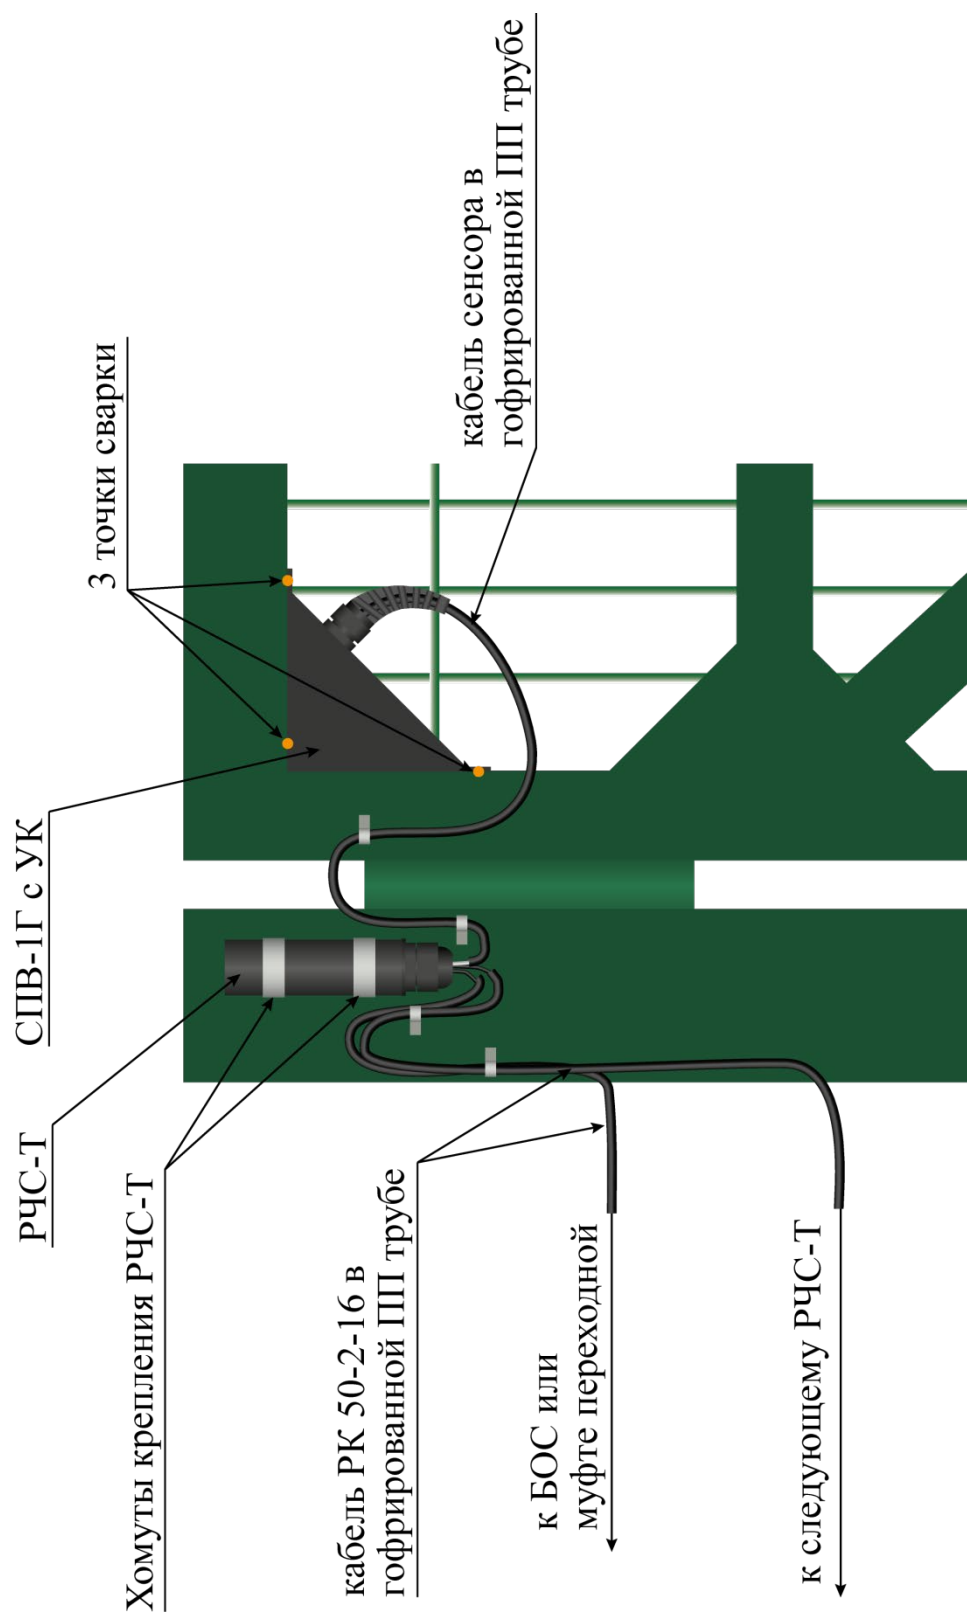

Рисунок 4.47 – Установка сенсора СПВ-1Г с узлом крепления на створке ворот (калитки)
- закрепить РЧС-Т хомутами к опоре ворот (калитки) или каркасу створки ворот (калитки) гермовводом вниз (рисунок 4.47);
- закрепить к опоре ворот (калитки) металлическими скобами металлорукава с кабелем РК (рисунок 4.47);